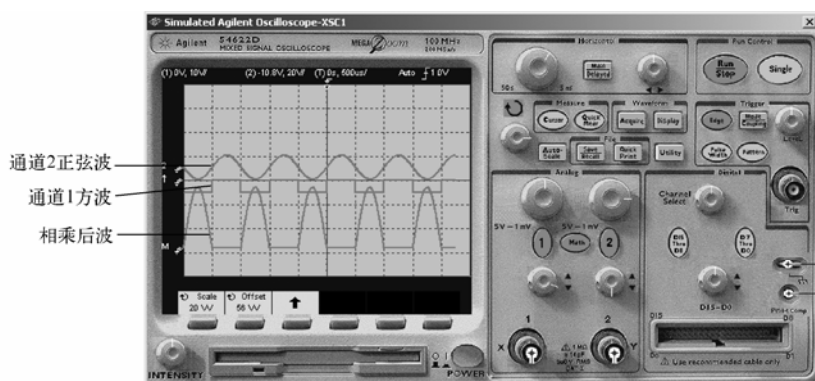

图 5-147 1kHz 方波与正弦波相乘后的波形
2) 1×2 乘法软按键：乘法运算是将模拟通道 1 与通道 2 的电压值逐点相乘，并将相乘结果显示在示波器上。由于相乘的结果波形一般不会很好显示，所以，无论在垂直灵敏度上或直流偏置电位上都必须进行调整。调整时可单击  软按键，系统弹出如图  所示的软按键。图中各按键的功能分别为：第一个是垂直灵敏度显示调整，第二个是直流偏置调整，用这两个软按键即可把波形调整到便于显示和分析的状态，详见图 5-147。